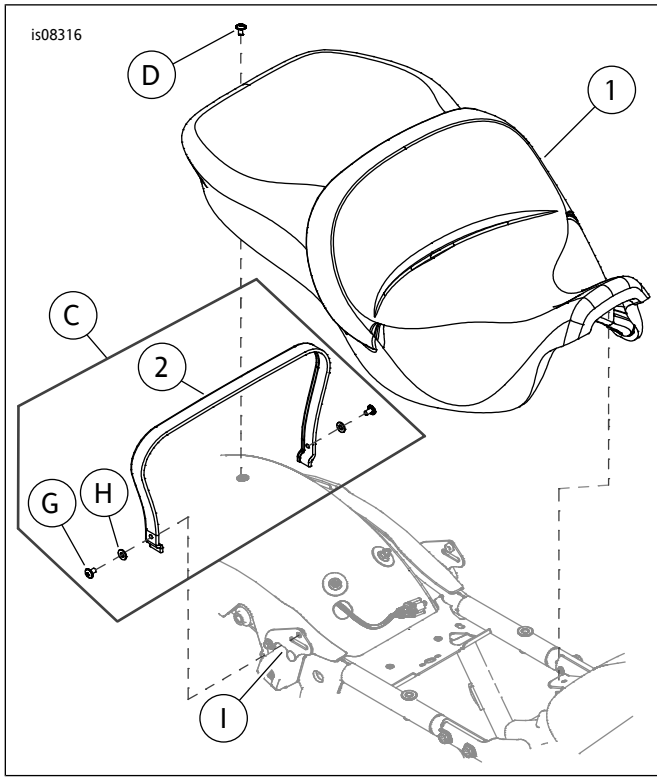

图2。套件内容：Touring座椅
1. 参见图2。将扣带螺丝（G）、垫圈（H）和扣带从车辆上拆下。